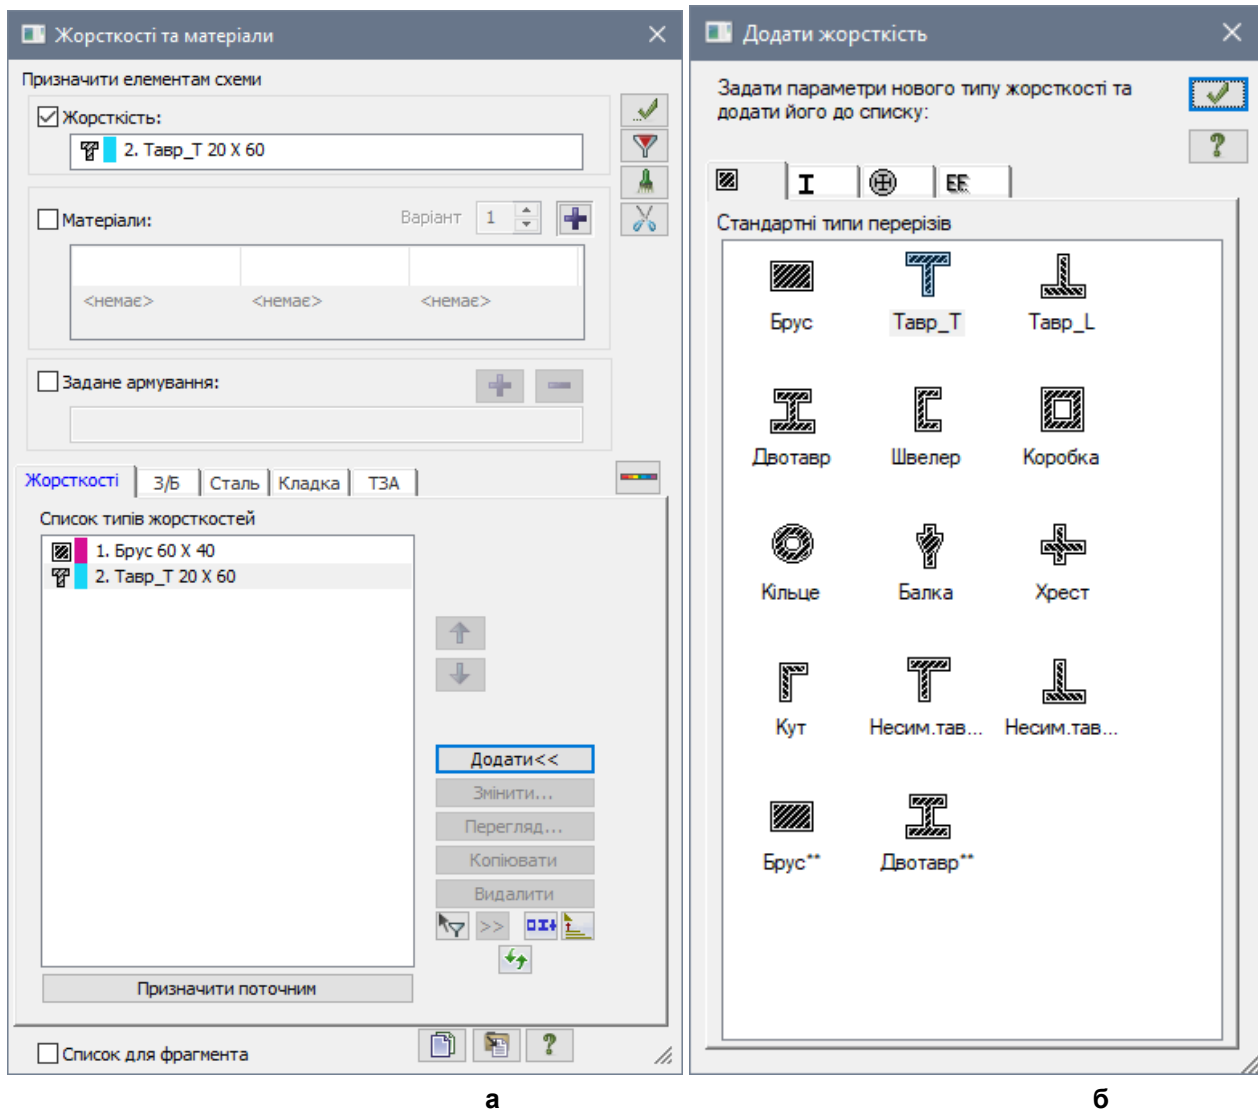

Рис. 1.9. Діалогові вікна: а – Жорсткості та матеріали, б – Додати жорсткість
- Натиснувши на кнопку  – **Жорсткості та матеріали елементів** (панель **Жорсткості та в'язі** на вкладці **Створення та редагування**) відкрийте діалогове вікно **Жорсткості і матеріали** (рис. 1.9, а).
- В цьому вікні натиснувши на кнопку **Додати** відкрийте діалогове вікно **Додати жорсткість**, для того щоб вивести список стандартних типів перерізів (рис. 1.9, б).